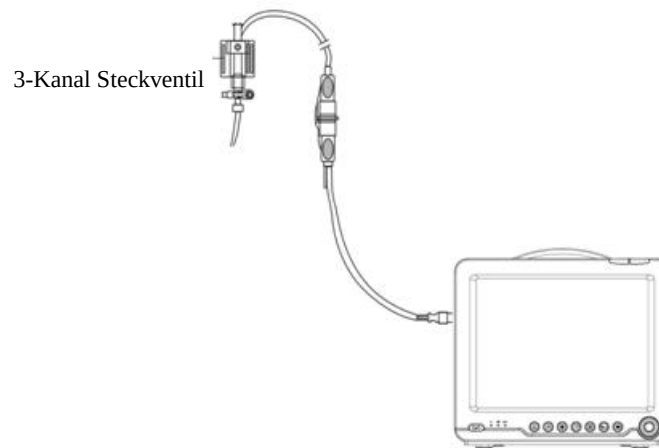

Abbildung 6.28 IBP-Nullstellung
1. Verbinden Sie die Drucksensoren, Sensorkabel und den Monitor gemäß Abbildung 6.28.